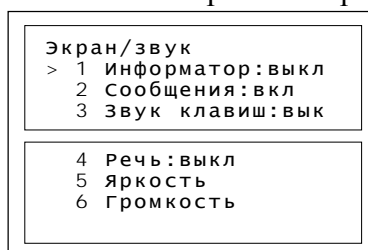

Рисунок 32
2.2.6.11 Регулировка яркости экрана и настройка звука производится в пункте ЭКРАН/ЗВУК меню НАСТРОЙКА (Рисунок 32).
Для изменения состояния режима по пунктам 1-4 меню (Рисунок 32) необходимо выбрать изменяемый параметр и нажать клавишу «M».